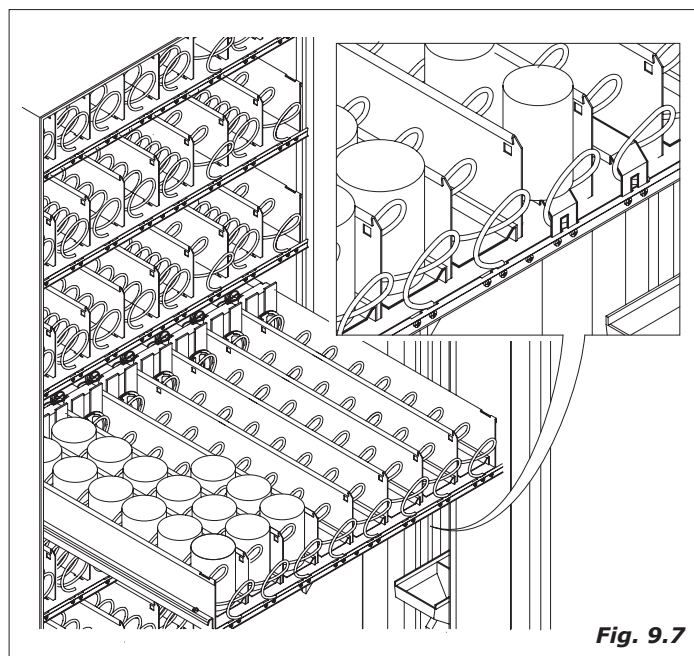

Fig. 9.7
- ou suportes (ver fig. 9.7) para facilitar o deslizamento dos produtos.